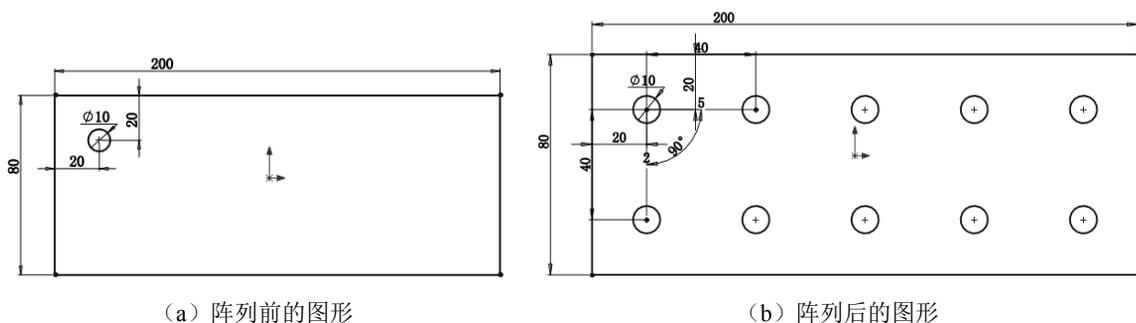

图 2-63 线性草图阵列的过程
下面以如图 2-63 所示为例说明线性草图阵列的过程，图 2-63 (a) 为阵列前的图形，图 2-63 (b) 为阵列后的图形，其操作步骤如下。
(1) 打开随书电子资料中的源文件“线性草图阵列”，如图 2-63 (a) 所示，在草图编辑状态下，选择菜单栏中的“工具”→“草图工具”→“线性阵列”命令，或者单击“草图”选项卡中的“线性草图阵列”按钮。
(2) 此时系统弹出“线性阵列”属性管理器，单击“要阵列的实体”列表框，然后在图形区中选取如图 2-63 (a) 所示的直径为 10mm 的圆弧，其他设置如图 2-62 所示。
(3) 单击“线性阵列”属性管理器中的“确定”按钮，阵列后的图形如图 2-63 (b) 所示。